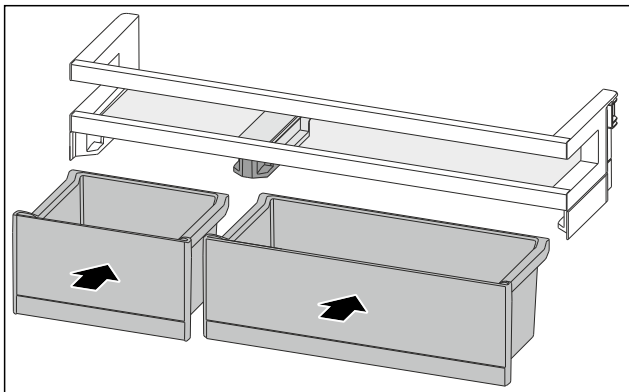

Fig. 116
- ▶ Установите ящики VarioBox, поменяв их расположение. (см. Fig. 116)